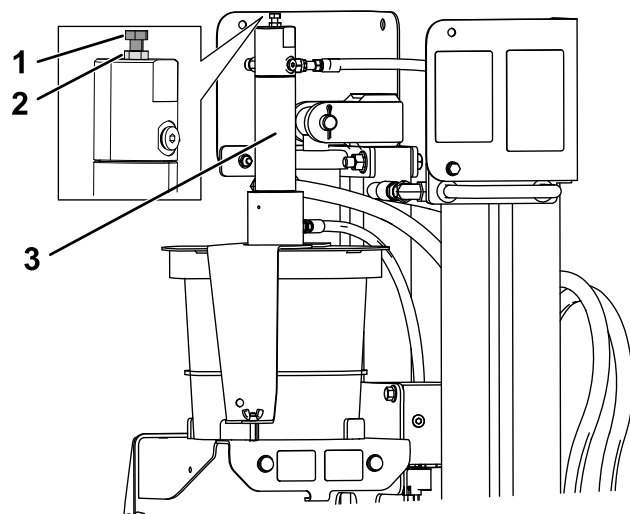

Рисунок 71
1. Ослабьте контргайку на регулировочном болте, расположенном на поршне устройства нанесения состава для резьбы (Рисунок 71).